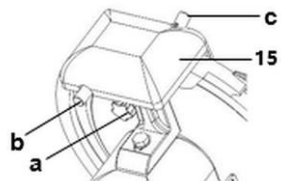

Fig. 10
7. Tryk slibestenens knap ned (b, fig. 10) der befinder sig bagved knivsliberen (1) og efterlad apparatet tændt i cirka 60 sekunder, således så kniven får river.